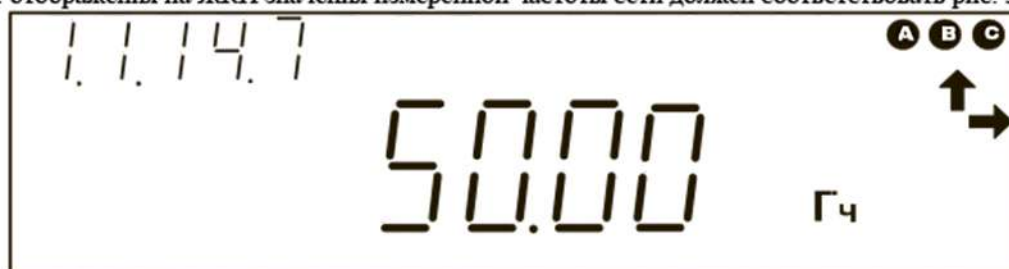

Рис. 5
5.1.2.1 Формат отображения на ЖКИ значения измеренной частоты сети должен соответствовать рис. 5.